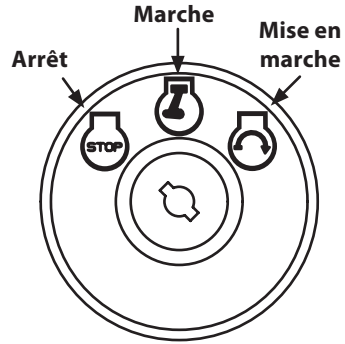

Figure 4
6. Tournez la clé de contact vers la droite à la position de démarrage . Relâchez la clé dès que le moteur démarre. Elle retournera automatiquement à la position de tonte normale  (Figure 4).